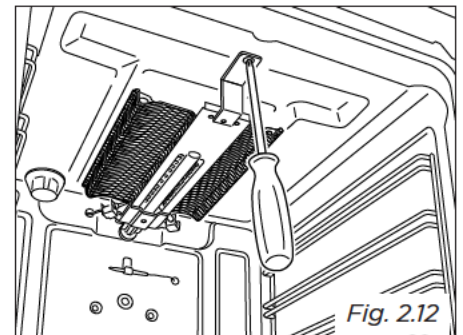

Fig. 2.12
- Enlevez le brûleur en dévissant la vis antérieure (fig. 2.12).